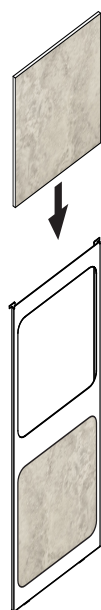

Figure 16.3
Votre appareil est expédié avec deux options de côtés, l'une est un panneau latéral complet (Figure 16.1) et un panneau latéral à tuiles (Figure 16.3). Il y en a deux chacun et il n'y a aucun côté droit ou gauche, ceux-ci pouvant donc être changés à tout moment.
2. Empilez les tuiles incombustibles dans le cadre, comme il est indiqué à la figure 16.2 en insérant la première tuile, pliez les languettes sur le côté arrière Figure 16.3, puis glissez la dernière tuile, de telle sorte qu'elle repose sur les languettes.